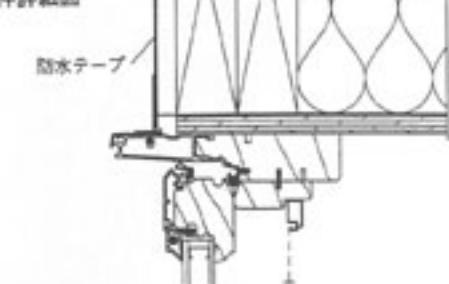

図11
重要です：クラッド用ネイルフィンに防水機能はありません。クラッド製品を取り付ける場合は必ず、水漏れ防止と気密性保持のためにツーバイテープ等で防水・密封処理をしてください（図11）。
16.その後、室外側と窓枠・ケーシング・ドリップキャップの上を防水テープで密封します。まず窓下枠に沿って、次に窓上枠に沿って、最後に窓上枠とドリップキャップに沿って密封してください。各コーナーでは縦横の防水テープが十分にオーバーラップするように貼ります。（図11）は、ネイルフィンの付いたクラッドユニットの場合の、正しい防水テープの貼り方です。ハウスラップやタイベック、ビルディングペーパー（アスファルト系防水紙）はこの防水テープの上から貼ってください。